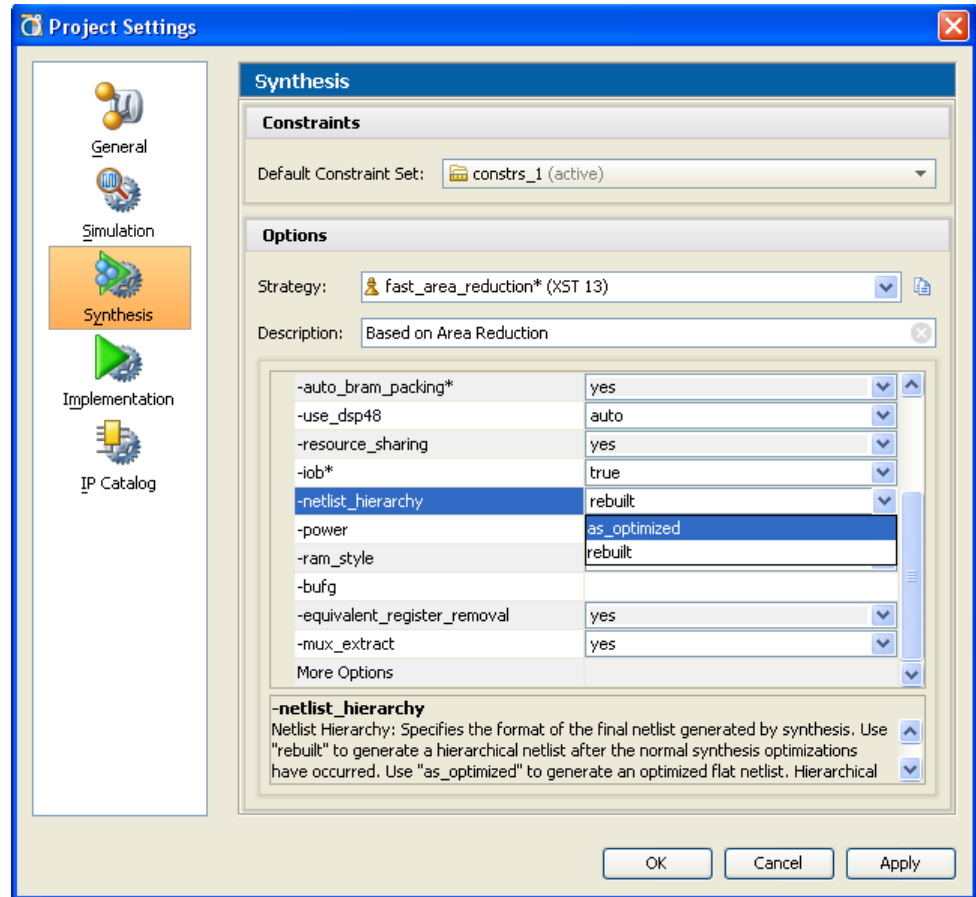

図 6-1 : [Project Settings] ダイアログ ボックスの [Synthesis] ページ
- [Tools] → [Project Settings] をクリックし、[Project Settings] ダイアログ ボックスの左側の [Synthesis] アイコンをクリックします (203 ページの図 6-1)。
XST でこのオプションを使用して問題が発生した場合は、[Project Settings] ダイアログ ボックスの [Synthesis] ページで `[-netlist_hierarchy]` オプションを `[as_optimized]` に戻してください (203 ページの図 6-1)。